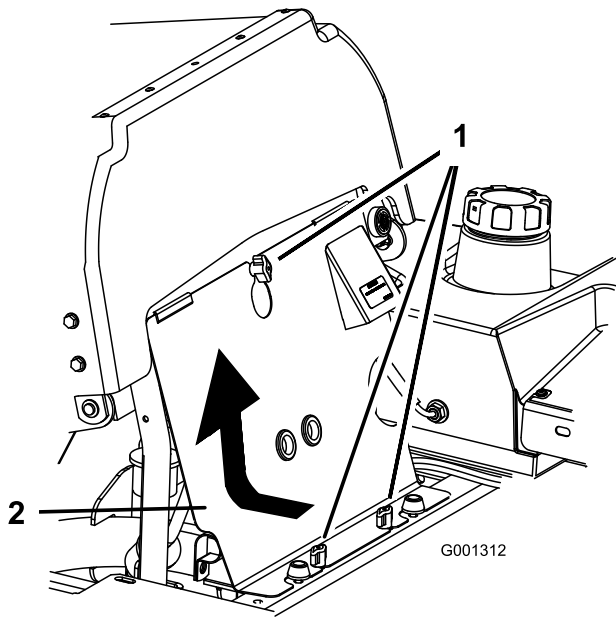

Figura 65
3. Afloje los cierres del panel delantero del motor y retire el panel (Figura 65).